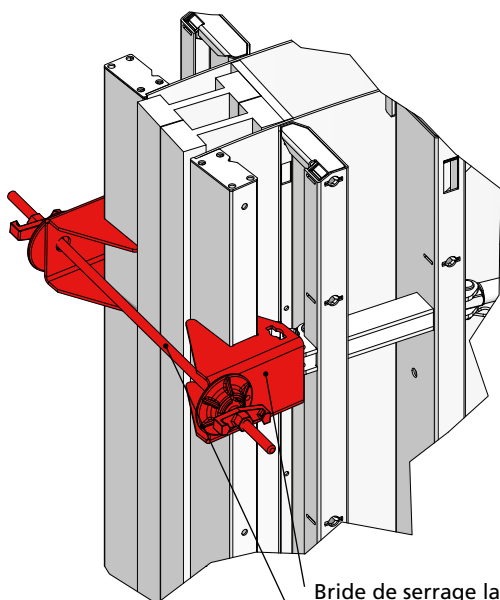

Fig. 17.1
1. Fixer la tige filetée DW sur le coffrage en utilisant deux brides de serrage latéral RS et deux écrous articulés. Cela permet de reprendre la pression que le béton exerce sur les panneaux tout en maintenant l'épaisseur du voile (Fig. 17.1).